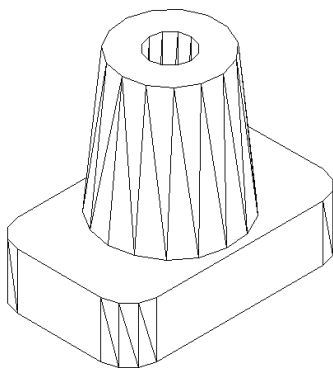

Рис. 11.26
15. Видаляємо за допомогою команди Hide, що викликається з падаючого меню VIEW ► HIDE (Вид ► Скрыть) або на піктограмі Hide на плаваючій панелі інструментів Render, невидимі лінії (рис. 11.26).